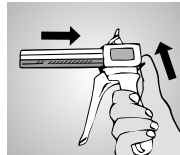
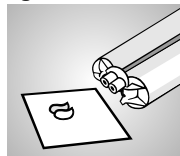

Fig. 2
Fig. 3
L'utilisation de la cartouche se fait à l'aide du pistolet mélangeur Automix2 (Fig. 2). Monter la cartouche sur le pistolet mélangeur et ensuite enlever le bouchon de la cartouche en le tournant. Faire sortir une petite quantité de matériau, jusqu'à ce qu'il sort des orifices de la cartouche d'une manière homogène (Fig. 3). Lors du montage de la canule de mélange observer les montures à baïonnette de la canule et de la cartouche. Arrêter la canule en la tournant dans le sens opposé (Fig. 4). Maintenant le matériau est prêt à l'emploi. Après usage, laisser la canule de mélange en place pour servir de bouchon. Utiliser exclusivement les canules de mélange 10:1 de couleur bleue pour l'application du **tempofit® premium**!
- Afin d'assurer un mélange homogène: Avant de monter la canule de mélange, **TOUJOURS** faire sortir une petite quantité du matériau, jusqu'à ce que la base et le catalyseur sortent **des deux orifices** de la cartouche **d'une manière homogène** (Fig. 3).